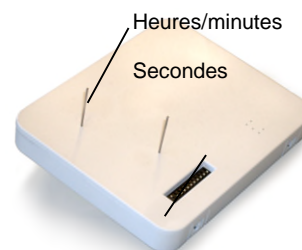

Figure 1
4. Introduire les pointes métalliques sans forcer dans les deux trous au dos (fig. 1). Il doit être possible d'introduire les pointes à env. 6 à 7 mm de profondeur. Déplacer légèrement les aiguilles si nécessaire.